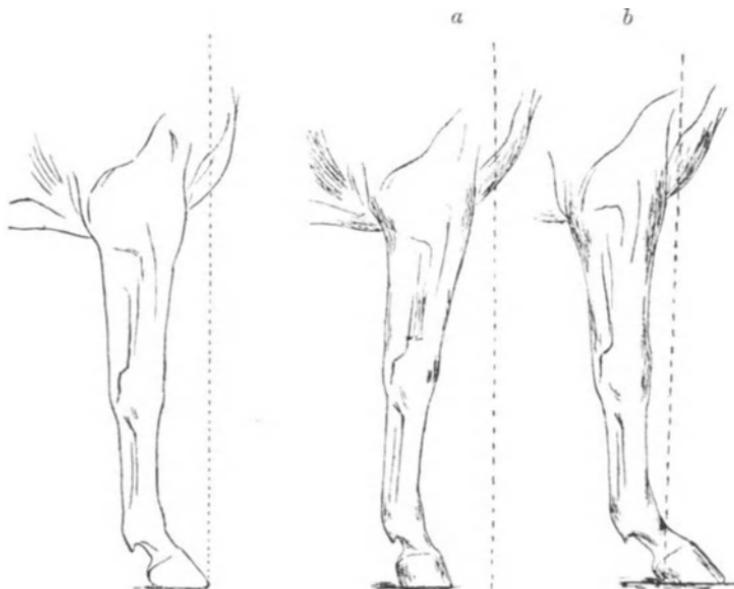

Abb. 19.
1. Die regelmäßige oder gerade Stellung (Abb. 19).